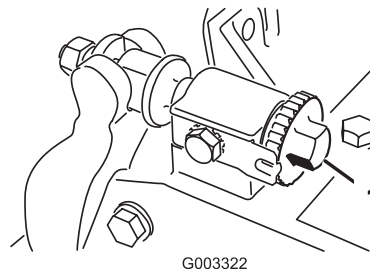

Figure 18
1. Séparez le cylindre et la contre-lame en tournant les boutons de réglage de la contre-lame (Fig. 18) dans le sens anti-horaire jusqu'à ce que les deux pièces ne soient plus en contact.